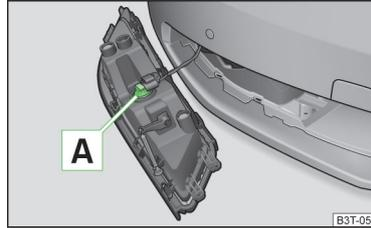

Abb. 209
- Den Lampensockel **A** » Abb. 209 bis zum Anschlag **entgegen dem Uhrzeigersinn** drehen und herausziehen.